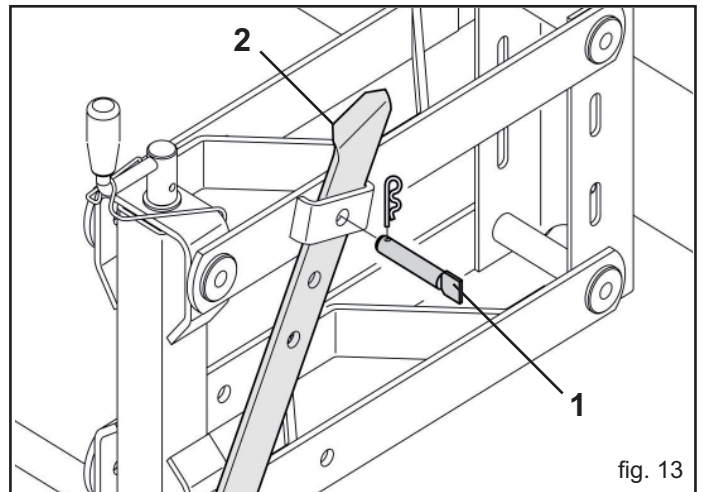

fig. 13
Antes de trabajar con el equipo, levante los pies de apoyo (3, Fig. 13) y controle que todos los elementos binadores tengan el pasador (1) colocado en el agujero inferior de la palanca (2), como muestra la Figura 11.